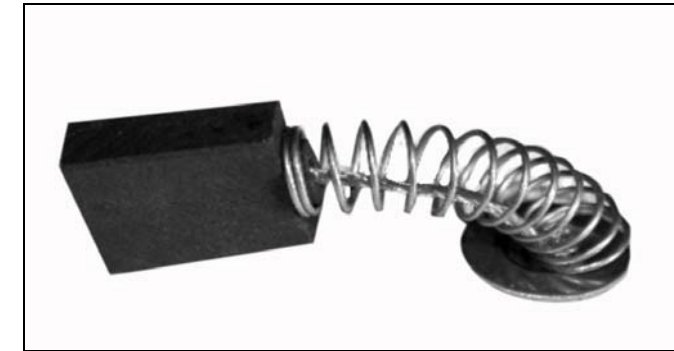

Рис.7
### 13.2. Косое пиление, (Рис.7)
Заменяйте угольные щетки, Рис.7, когда они изношены до 4,8 мм их длины. Щетки необходимо менять парами. Для этого необходимо открутить четыре шурупа (30) крышки корпуса электродвигателя (31), Рис.8, извлечь щёткодержатели (32), Рис.9 и заменить щётки, Рис. 7.